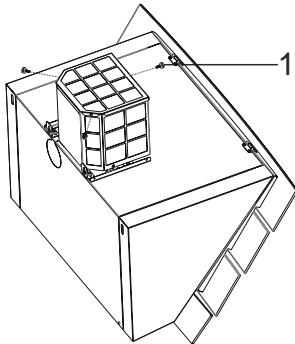

Fig. 11
- Ta bort de 3 skruvarna med plasthuvuden för att lossa topplattan på kolfilterkabinettet (Fig. 11).